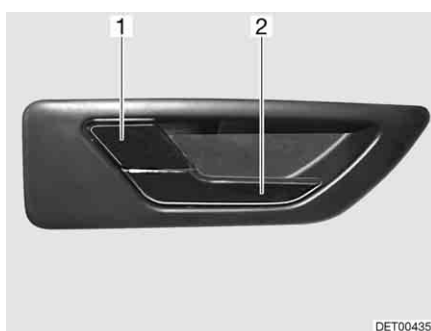

Fig. 43 Serratura della porta conducente, lato interno
- Tirare la maniglia (Fig. 43,2). La serratura della porta si sblocca. La leva di sicurezza (Fig. 43,1) scatta automaticamente all'infuori.
- Premere la leva di sicurezza (Fig. 43,1).